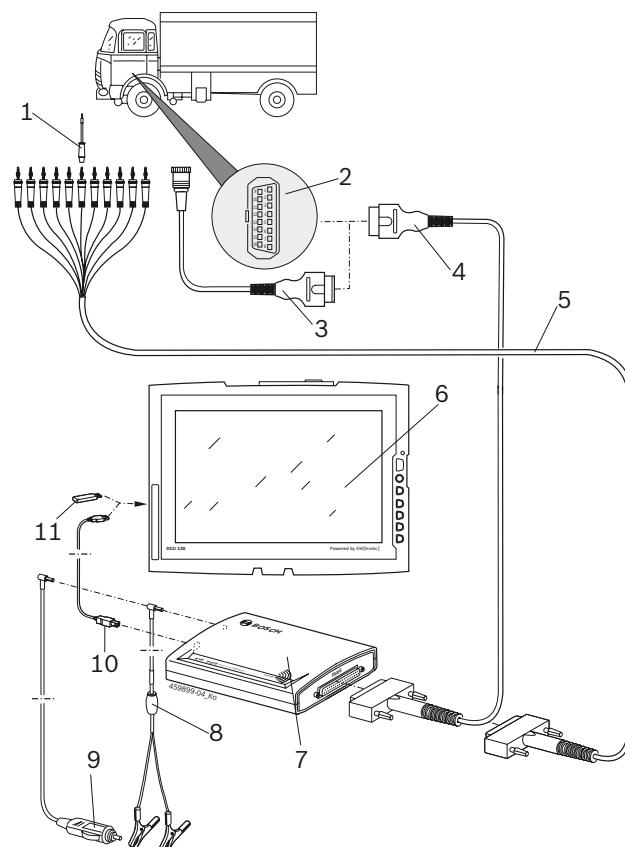

Abb. 3: Схема соединений KTS Truck
- Диагностический провод OBD (рис. 3, поз. 4)
- Через диагностический провод OBD и дополнительно через адаптерный провод автомобиля (рис. 3, поз. 3) (специальные принадлежности)
- Универсальный адаптерный провод (рис. 3, поз. 5).